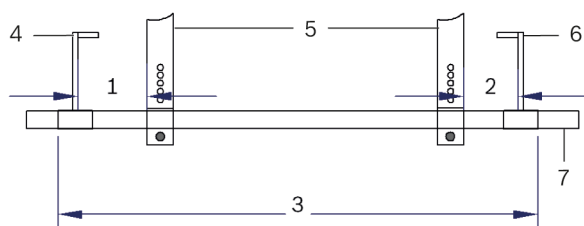

Figura 2: Distanziatori
- ▶ Non superare la capacità di carico massima come indicato nella tabella "Capacità di carico degli attrezzi" e osservare le misure delle distanze nella Figura 2.
- ▶ Utilizzare esclusivamente la traversa T40092/1 in connessione con i due contro cuscinetti T40092/2 e T40092/3. I supporti T40091/2 sono supportati sulla traversa (Figura 2).